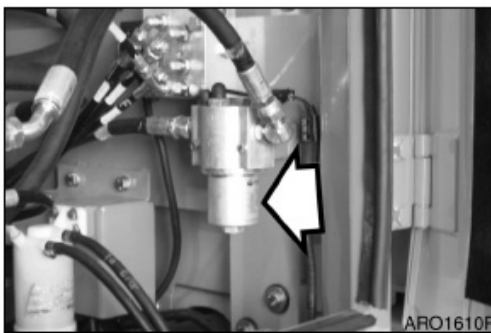

Figura 54
3. Localice el ensamblaje del filtro del sistema piloto. Consulte Figura 54.